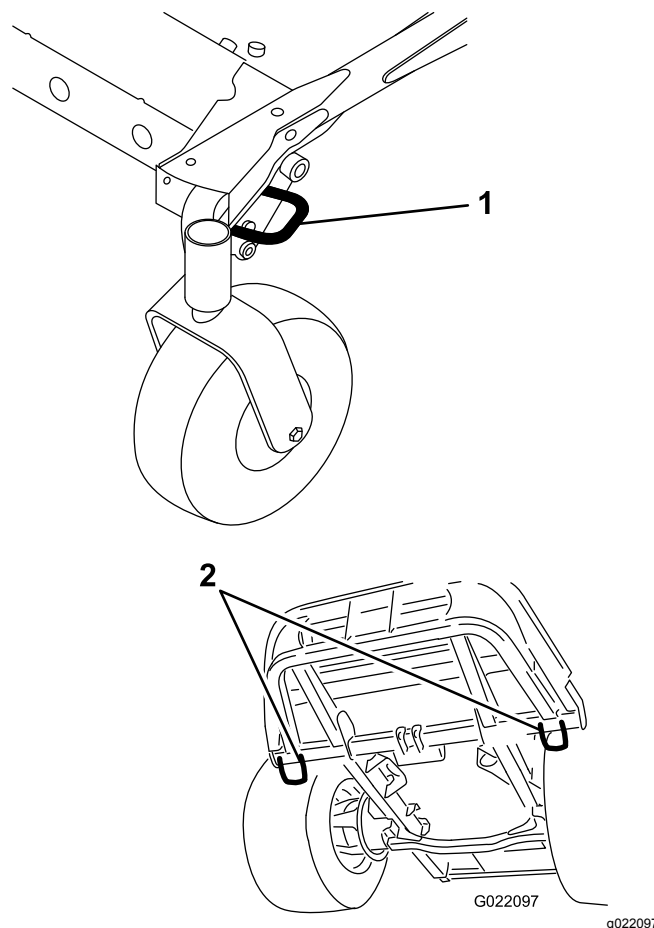

Figura 59
- fissate la macchina al rimorchio o all'autocarro con sicurezza per mezzo di cinghie, catene, cavi o funi, nel pieno rispetto delle norme previste dal codice della strada per la vostra zona (Figura 59).